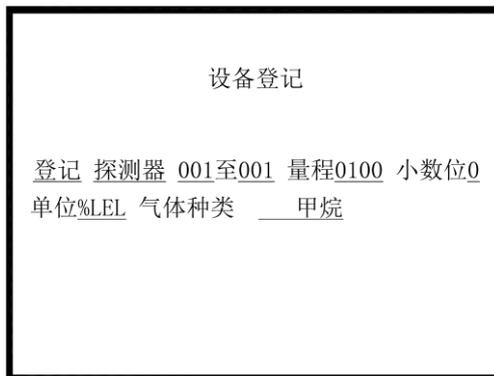

图6-2
6.1 设备登记 按数字“1”，输入密码“119119”，再按确认键。如图6-2